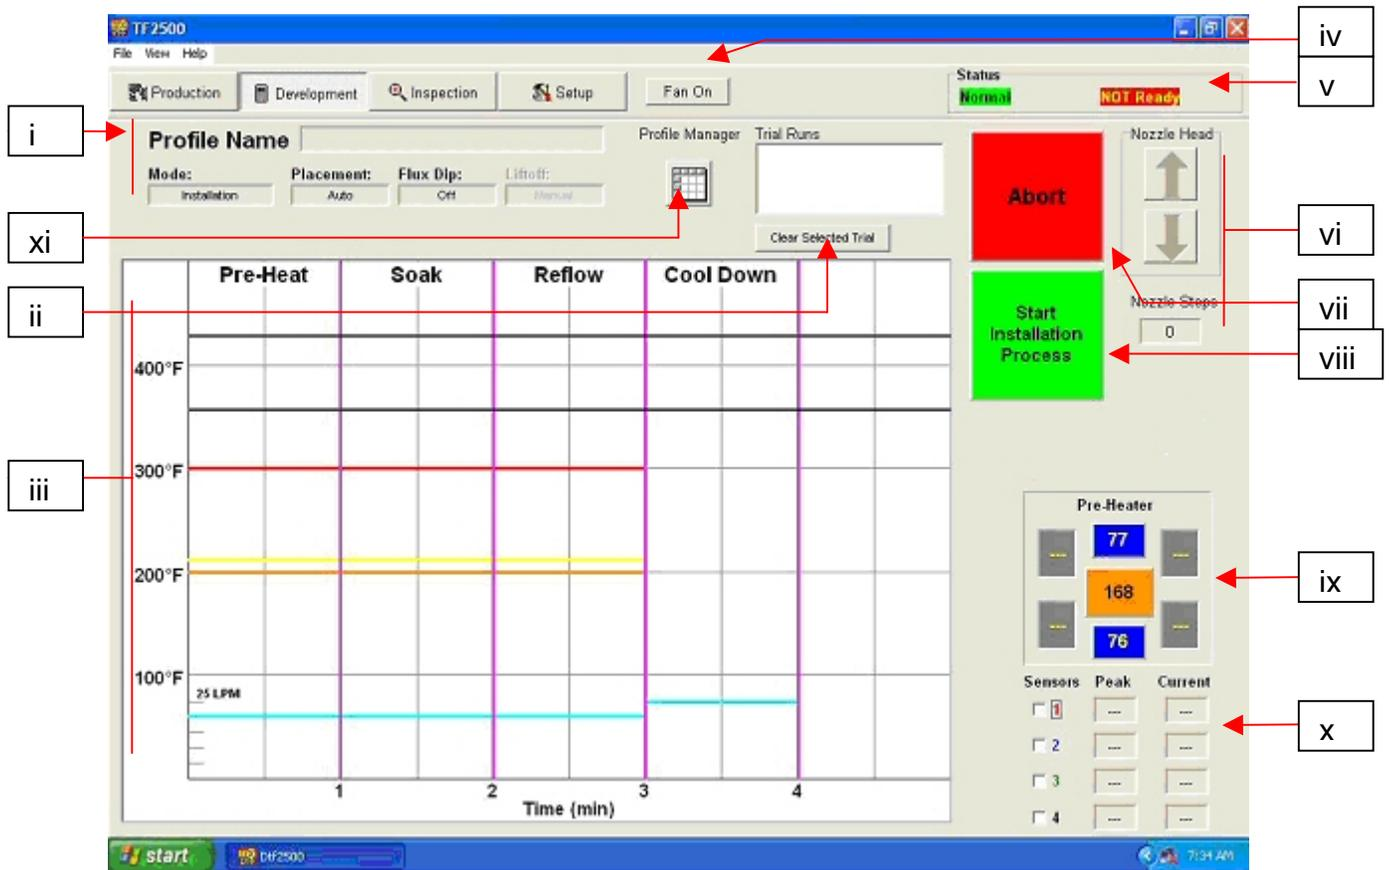

Abbildung 7
i. Funktionen des Bildschirms Profile Development [Profilentwicklung] (Abbildung 7)